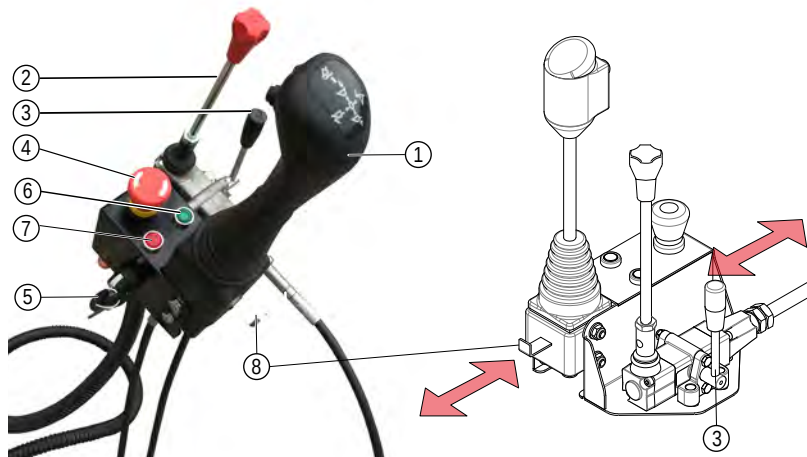
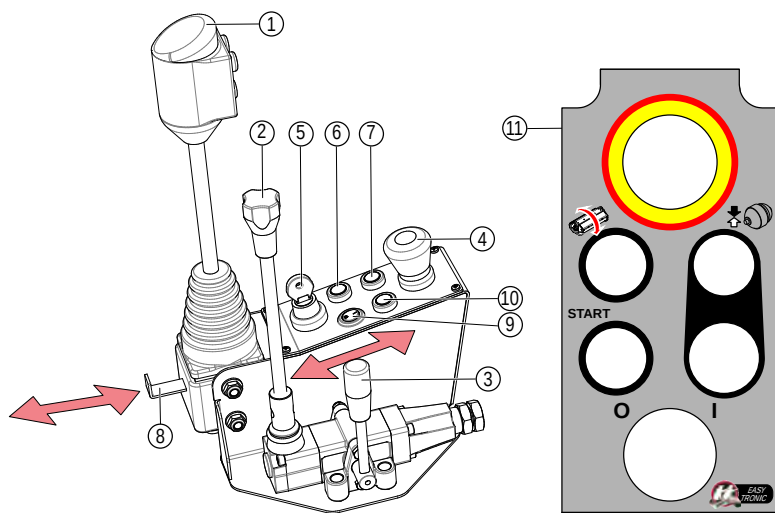

Fig. 47
Fig. 48 - 2022 Version
- 1) Azionamento bracci ("Fig. 47", Fig. 48);
- 2) Rotazione motore ("Fig. 47", Fig. 48);
- 3) Antinversione ("Fig. 47", Fig. 48);
- 4) Fungo di emergenza ("Fig. 47", Fig. 48);
- 5) Chiave accensione ("Fig. 47", Fig. 48);
- 6) Led verde: Linea ("Fig. 47", Fig. 48);
- 7) Led rosso: flottante ("Fig. 47", Fig. 48);
- 8) Sicurezza ("Fig. 47", Fig. 48);
- 9) Interruttore on/off accumulatore (Fig. 48);
- 10) Led giallo: accumulatore ON (Fig. 48);
- 11) Etichetta sfondo comandi (Fig. 48);
- 1) Arm drive ("Fig. 47", Fig. 48);
- 2) Motor rotation ("Fig. 47", Fig. 48);
- 3) Anti-inversion ("Fig. 47", Fig. 48);
- 4) Emergency mushroom ("Fig. 47", Fig. 48);
- 5) Ignition key ("Fig. 47", Fig. 48);
- 6) Green LED: Line ("Fig. 47", Fig. 48);
- 7) Red LED: floating ("Fig. 47", Fig. 48);
- 8) Safety ("Fig. 47", Fig. 48);
- 9) Accumulator I/O switch ("Fig. 48");
- 10) Yellow LED: accumulator on ("Fig. 48");
- 11) Command background label ("Fig. 48");
- 1) Entraînement du bras ("Fig. 47", "Fig. 48");
- 2) Rotation du moteur ("Fig. 47", "Fig. 48");
- 3) Anti-inversion ("Fig. 47", "Fig. 48");
- 4) Champignon d'urgence ("Fig. 47", "Fig. 48");
- 5) Clé de contact ("Fig. 47", "Fig. 48");
- 6) LED verte: ligne ("Fig. 47", "Fig. 48");
- 7) LED rouge: flottante ("Fig. 47", "Fig. 48");
- 8) Sécurité ("Fig. 47", "Fig. 48");